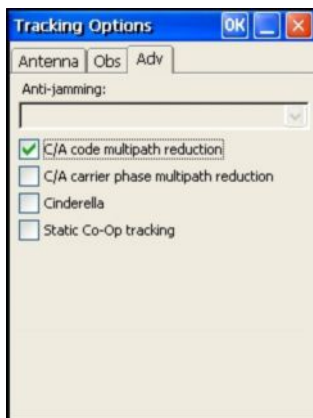

Рис. 3-14. Настройка дополнительных параметров
10. Выберите вкладку Advanced. Задайте следующие параметры и нажмите ОК (Рис. 3-14 на стр. 3-15).